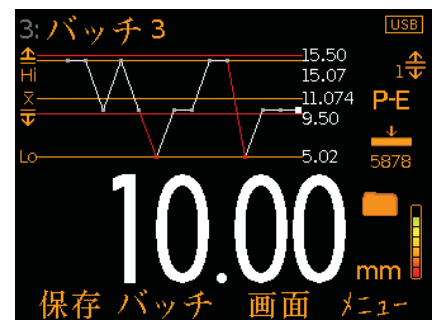

図3: 読取り値とランチャート
- ランチャート (図3): 最後の20個の読み取り値を示す折れ線グラフ。1回読み取るたびに自動的に更新され自動的に更新されます。